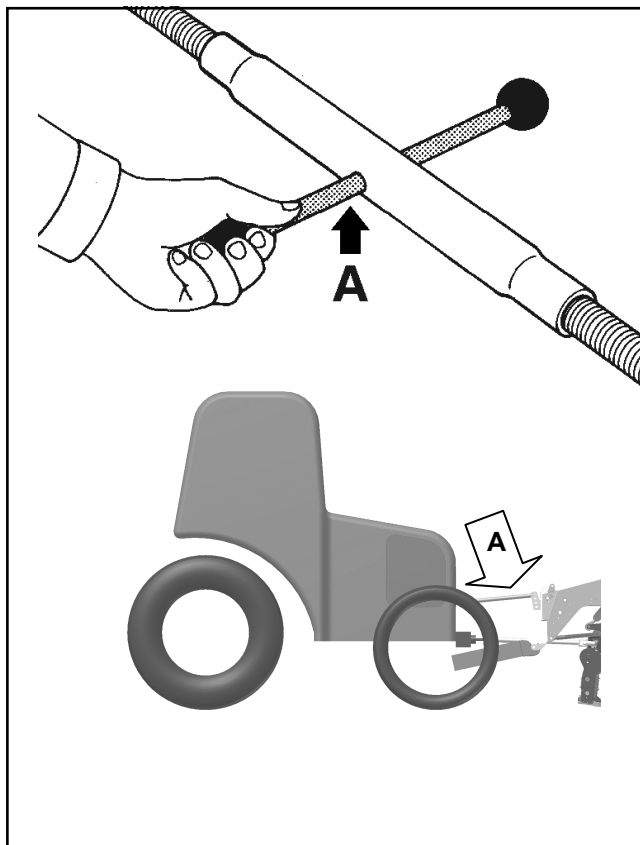

Fig.12
Si ottiene agendo sul braccio 3° punto **A** (fig.12) che modifica l'inclinazione della barra falciante. In presenza di terreni accidentati e sassosi, è conveniente lavorare con altezza di taglio adeguata (dischi paralleli al terreno) per evitare danneggiamenti ai dischi e ai coltelli. Per terreni normali, senza la presenza di sassi, regolare l'altezza di taglio tra i 25 e i 50 mm da terra.
By using the 3rd arm, point **A** is achieved (fig.12), which changes the inclination of the mowing bar. If the ground is uneven or pebbly, it is suitable to work with adequate cutting height (disks parallel to the ground) to avoid any damage to the disks and knives. On normal ground, without any stones, regulate the cutting height between 25 and 50 mm from the ground.
On obtient en agissant sur le bras 3° point **A** (fig.12) qui modifie l'inclinaison de la barre faucheuse. En présence de terrain accidenté et caillouteux, il vaut mieux travailler avec une hauteur de coupe adéquate (disque parallèle au terrain) pour éviter des dégâts aux disques et aux couteaux. Sur terrains normaux sans cailloux, régler la hauteur de coupe entre 25 et 50 mm du sol.
Se obtiene con el brazo 3° punto **A** (fig.12) que modifica la inclinación de la barra de siega. Si los terrenos son accidentados y pedregosos, es conveniente trabajar con altura de corte adecuada (discos paralelos al terreno) para evitar daños a los discos y a las cuchillas. Para terrenos normales, sin la presencia de piedras, regular la altura de corte entre 25 y 50 mm medidos desde el suelo.
Dazu am 3. Punkt **A** (Abb.12) des Armes die Neigung des Mähbalkens verstellen. Auf unebenem oder steinigem Boden sollte stets bei angemessener Schneidhöhe gearbeitet werden (Scheiben stehen parallel zum Boden), um Beschädigungen der Scheiben und Messer zu vermeiden. Bei normalem d.h. steinlosem Boden ist die Schneidhöhe auf einen Wert zwischen 25 und 50 mm vom Boden einzustellen.
- To access the bar, disks and knives or to check the rollers, you need to lift up the upper protection **B** (fig.12/a page 21) inserting a screwdriver into **C** and hooking the safety rod **D**.
- Pour accéder à la barre, aux disques et aux couteaux ou pour vérifier les rouleaux, il faut soulever la protection supérieure **B** (fig.12/a page 21) en introduisant un tournevis dans le **C** et en accrochant la tige de sécurité **D**.
- Para poder acceder a la barra, a los discos y a las cuchillas y también para controlar los rodillos hay que levantar la protección superior **B** (fig.12/a pag.21) utilizando un destornillador en **C** y colocando la varilla de seguridad **D** en el enganche.
- Für den Zugriff auf den Mähbalken, die Schieben und die Messer bzw. zur Prüfung der Rollen ist die obere Schutzabdeckung **B** (Abb.12/a Seite 21) anzuheben. Dazu einen Schraubenzieher in **C** stecken und die Sicherheitsstange **D** einhaken.